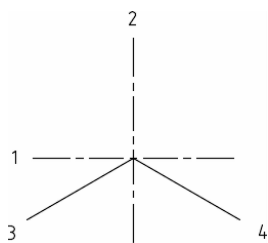

图 2-22 绘制法兰盘步骤一
(1) 画水平基准线段 1,长度 60 mm;画竖直基准线段 2,长度 60 mm;画线段 3(相对坐标 35<210);画线段 4(相对坐标 35<330)(4 条线段长度可任意),如图 2-22 所示。